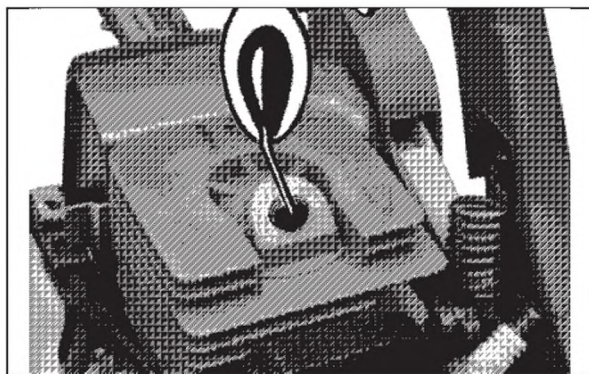

Рис. 19
5. Залейте 1 чайную ложку чистого масла для двухтактных двигателей в камеру сгорания. Потяните медленно веревку стартера, чтобы покрыть маслом внутренние поверхности цилиндра. Установите свечу зажигания. (Рис. 19).